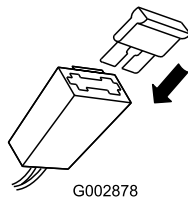

Figure 24
2. Placez le fusible dans le porte-fusible (Figure 24).